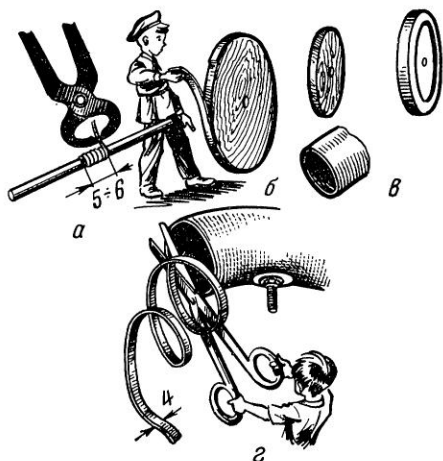

Рис. 34. Изготовление деталей ходовой части:
К фанерным колесам (6) точно по центру прибавляют жестяные кружочки (5). На один конец оси (8) насаживают кольцо (7), а за ним проволочную спиральку (9). Свободный конец оси просовывают в отверстие подшипника, надевают еще одну спиральку и насаживают второе колесо. Спиральки надевают для того, чтобы не было продольного смещения оси и колеса не терлись о края рамы. Спиральки делают так: наматывают на ось мягкую проволоку, а потом разделяют ее кусачками на отрезки длиной 5—6 мм (рис. 34, а).
Колеса надевают на ось, протетую в подшипники, жестяными кружочками наружу и прочно припаивают к ней. Чтобы задние колеса не буксовали, на обода колес наклеивают узкую полоску наждачной шкурки (рис. 34, б) или же надевают на колеса резиновые шины (рис. 34, в), вырезанные из велосипедной камеры (рис. 34, г).